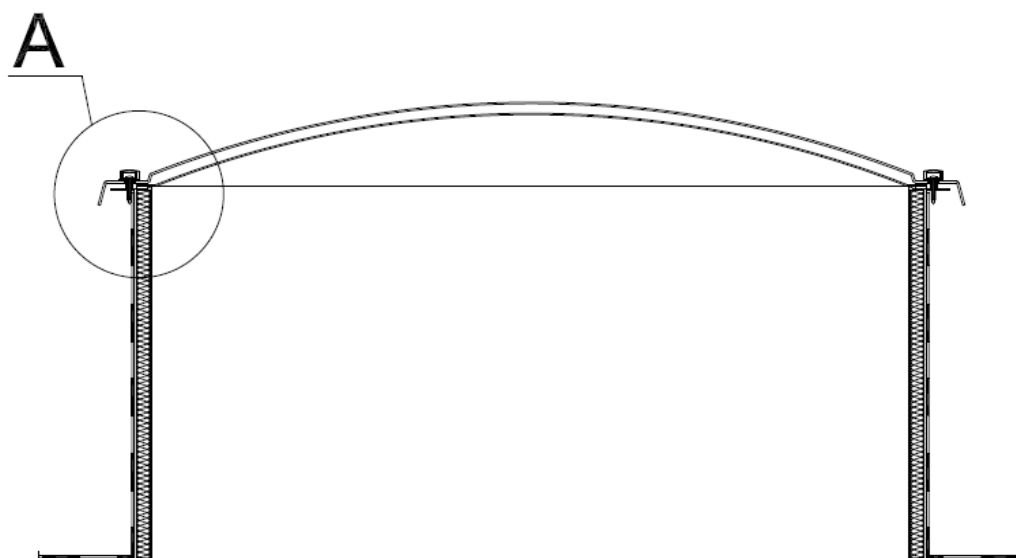

Rys. 1. Światlik stały AWAK - podstawa z blachy stalowej
- rys. 1. Świelik stały AWAK - podstawa z blachy stalowej